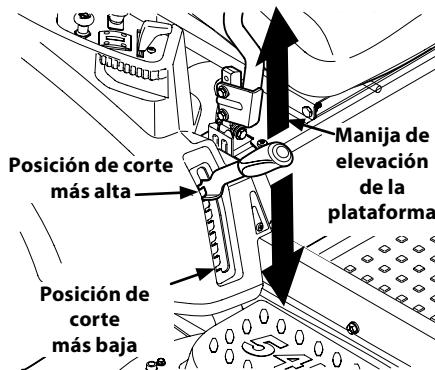

Figura 4-14
- a. Usando la manija de elevación de la plataforma, levante la plataforma a la posición que le ofrece mayor recorrido horizontal de la correa entre las poleas locas de la plataforma y la polea de la PTO en la base del motor. Consulte la Figura 4-14.
- d. Baje la plataforma hasta la posición de corte más baja usando la manija de elevación de la plataforma. Consulte la Figura 4-14.
- e. Baje la plataforma hasta la posición de corte más baja usando la manija de elevación de la plataforma. Consulte la Figura 4-14.
11. Ubique la manija de elevación de la plataforma en la posición de corte más elevada y deslice la plataforma hacia afuera desde abajo del tractor. Consulte la Figura 4-14.
1. Ubique la manija de elevación de la plataforma en la posición de corte más elevada. Vea la Figura 4-14.